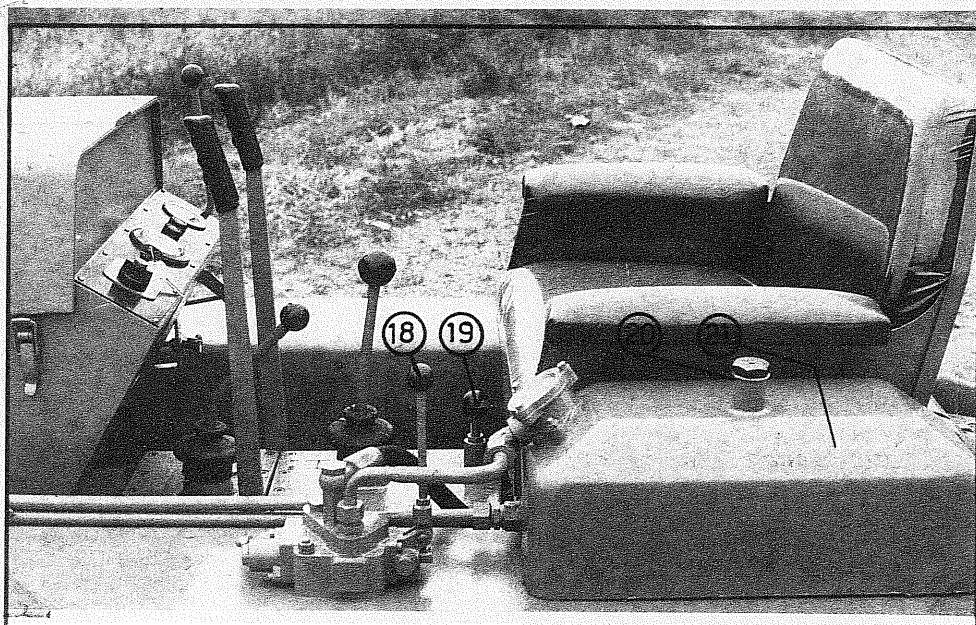

Fig. 4
-MOTORE V.M. (Fig. 4 e 5)
SOLLEVATORE IDRAULICO E COMPLETAMENTO A TRE PUNTI (Fig. 4 e 6)
- SOLLEVATORE IDRAULICO (fig.4)